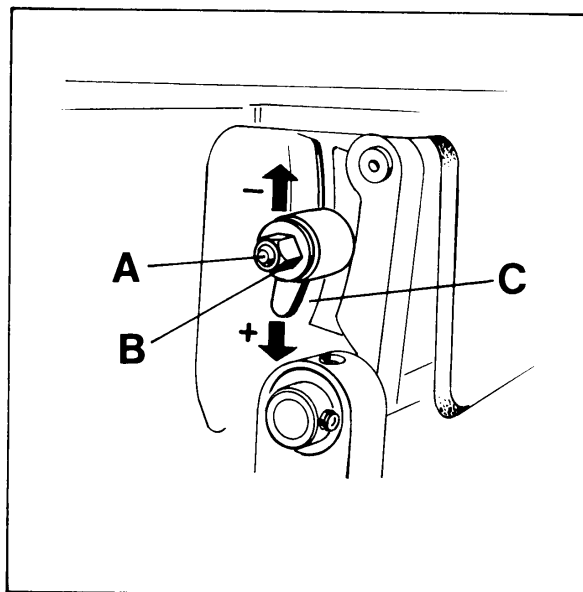

Fig. 24
The length of the stitch can be adjusted by raising or lowering stud (A, Fig. 24) in the segment slot of feed rocker (C) located at the rear of machine below the cloth plate. Lowering stud (A) will lengthen the stitch, raising the stud will shorten the stitch. After loosening nut (B), stud (A) can be moved accordingly. When the desired stitch length is obtained, retighten nut (B).
Die Stichtlänge kann durch Höher- oder Tieferstellen des Bolzens (A, Fig. 24) in der Nut des Transportantriebsrahmens (C), hinten an der Maschine unter der Stoffplatte, verändert werden. Tieferstellen des Bolzens (A) verlängert den Stich, Höherstellen verkürzt ihn. Nach Lösen der Mutter (B) läßt sich der Bolzen (A) entsprechend verschieben. Wenn die gewünschte Stichtlänge eingestellt ist, ziehen Sie die Mutter (B) wieder an.